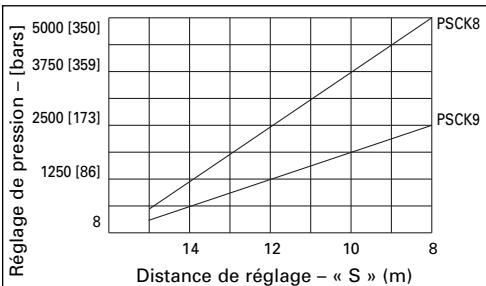

Figure 4, Graphe
3. Serrer le contre-écrou [3 ft-lbs (4 Nm)] tout en maintenant le réglage de pression avec la clé. (Pour les réglages, se reporter au graphe de la figure 4. [Ce graphe est approximatif ; pour trouver plus précisément les points de commutation, utiliser un manomètre.])
Remarque : La distance de réglage S de la figure 4 est mesuré de l'extrémité de la vis de réglage au corps du manostat (là où est plaqué le contre-écrou).